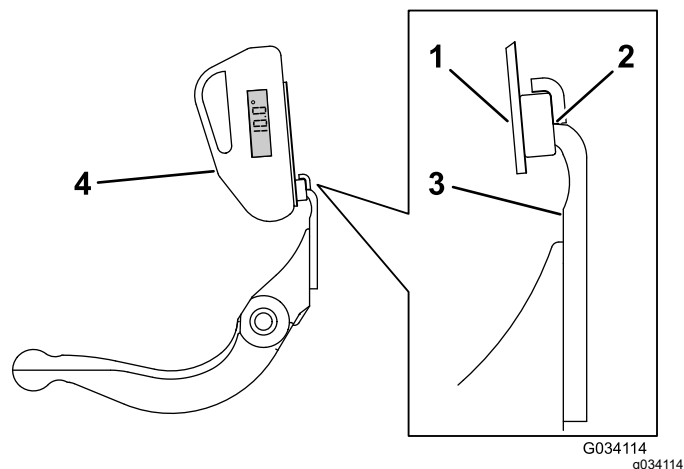

Figura 24
3. Amplasați suportul indicatorului de unghi pe marginea contracuțitului, astfel încât marginea magnetului să se îmbine cu marginea contracuțitului (Figura 24).
4. Amplaşaţi indicatorul de unghi pe suport, conform indicaţiilor din Figura 24.